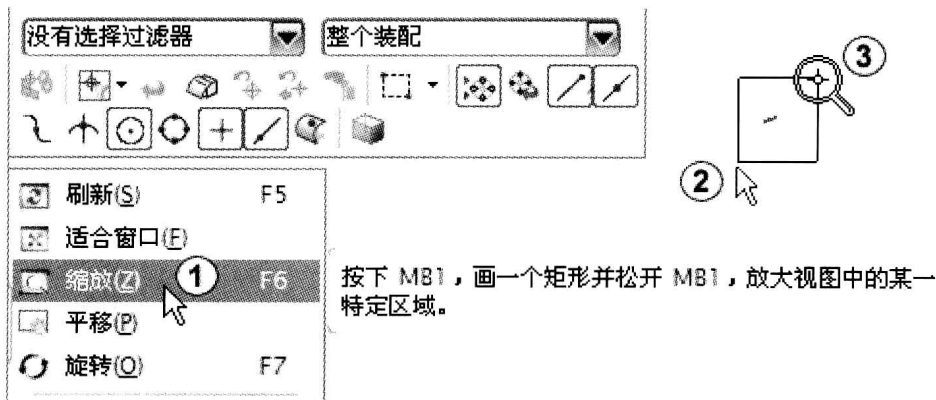

图 1-8 缩放图形
(7) 缩放图形。在屏幕空白处单击鼠标右键，从弹出的快捷菜单中选择“缩放”或者按〈F6〉键，如图 1-8 中①所示。在刚绘制的直线左下方按下鼠标左键不放，向右上方拖动，直到把直线全包围在内，如图 1-8 中②和③所示。图形被放大了，按〈F6〉键退出缩放状态。